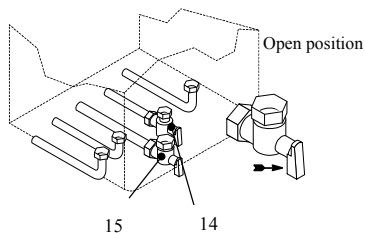

Fig. 6.1
- 2 Open the gas cock 15 (Fig. 6.1) on the appliance and check the gas connector on the appliance for leaks.
- 2 Open the cold water inlet cock 14 (Fig. 6.1).
- 2 Откройте газовый кран 15 (Fig. 6.1) на устройстве и проверьте возможную утечку газа в соединении.
- 2 Откройте кран для холодной воды 14 (Fig. 6.1).